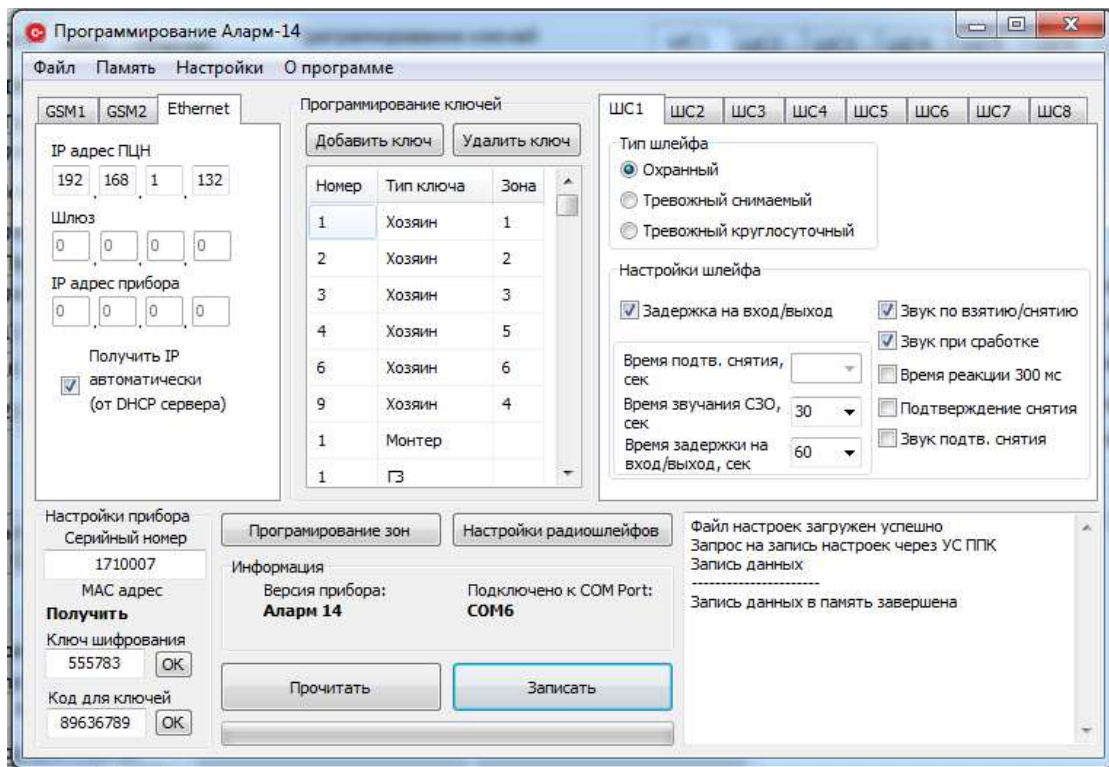

Рисунок 7.
3.1.9 При необходимости использования ключей доступа защищенных АКБС.467369.002 в нескольких приборах необходимо ввести одинаковое число в поле «Код для ключей» (не более 8 цифр) в каждый прибор и нажать кнопку «ОК» (рисунок 7). При использовании ключей доступа защищенных АКБС.467369.002 только в одном приборе поле можно не заполнять, в таком случае прибор самостоятельно сформирует код для ключа.
Для каждого ШС укажите его тип (поле «Тип шлейфа»), отметьте необходимые параметры и выберите из выпадающих списков необходимые числовые значения на вкладках ШС, рисунок 7.